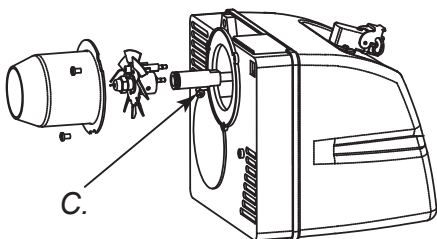

Abbildung 13 - Demontage des Brennscheibe-Elektroden-aggregats
- Die Schraube (C Abb. 13) lösen, welche das Brennscheibe-Elektroden-Aggregat festhält und sie vom Düsenträgerrohr (F Abb. 14) abziehen.